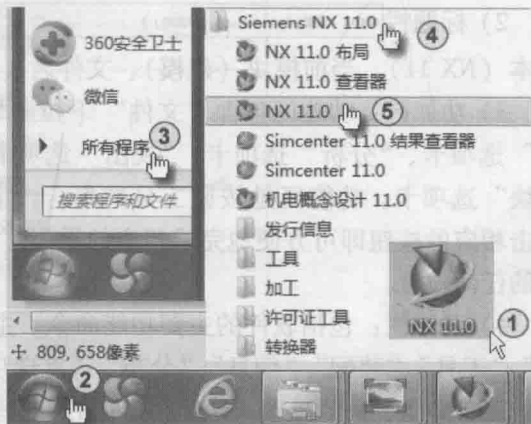

图 1-1 启动 UG NX 11.0
当正确地安装 UG NX 11.0 后,在 Windows 环境下双击桌面上的“NX 11.0”快捷图标,如图 1-1 中①所示,系统开始启动 UG NX 11.0。如果桌面上没有“NX 11.0”快捷图标,可单击 Windows 桌面左下角的“开始”按钮,找到“NX 11.0”程序,如图 1-1 中②~⑤所示,系统也开始启动 UG NX 11.0。